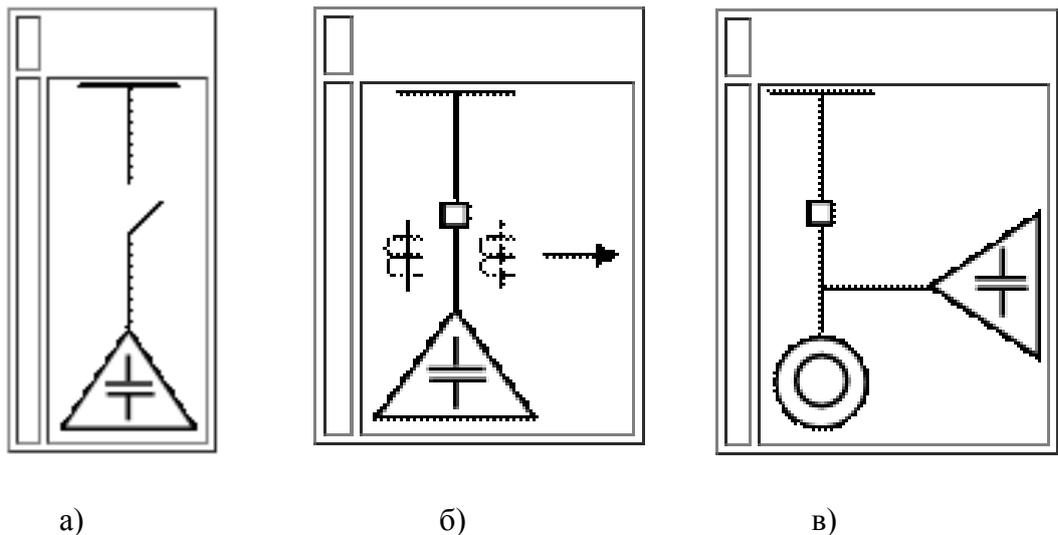

Рисунок 3 – Подключение БСК в сети 0,4 кВ
- а. Подключение БСК через рубильник и предохранитель (рис. 3а);
- б. Подключение БСК через выключатель,  $Q \geq 400$  кВАр (рис. 3б);
- в. Подключение БСК к двигателю (рис. 3в);.